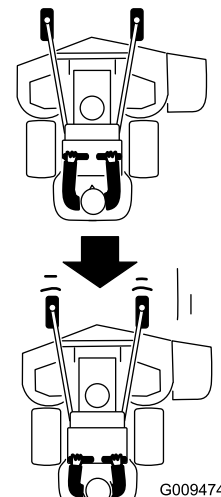

Bild 22
2. Ziehen Sie die Fahrantriebshebel langsam nach hinten (Bild 22).